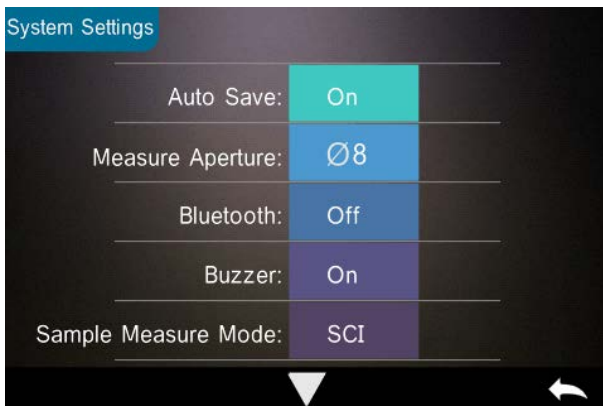
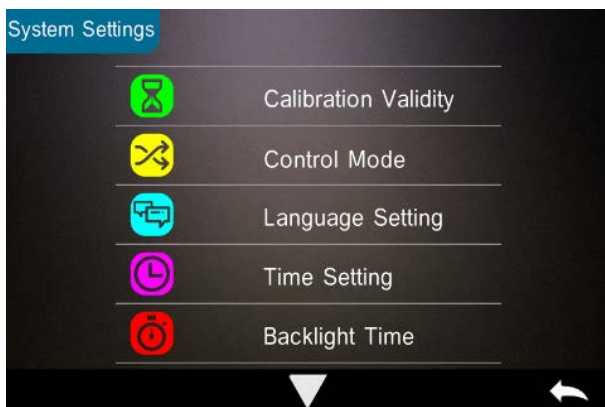
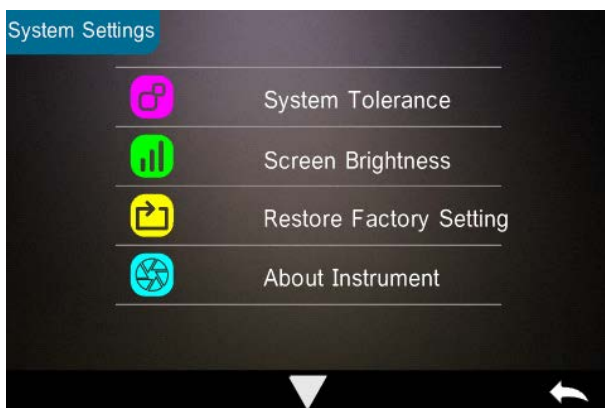

Figure 44 System Settings (Paramètres système)
Figure 45 System Settings (Paramètres système)
Figure 46 System Settings (Paramètres système)
Dans le menu principal, cliquez sur "System Setting" (Paramètre système) pour afficher les menus des Figure 44, Figure 45 et Figure 46.
Étape 3 : Commutez l'ouverture de mesure par défaut du système dans System Settings (Paramètres système) (voir Figure 44) pour la faire correspondre à l'ouverture de mesure réelle. À la commutation de l'ouverture de mesure, il est essentiel de réétalonner l'instrument selon la section 2.2.